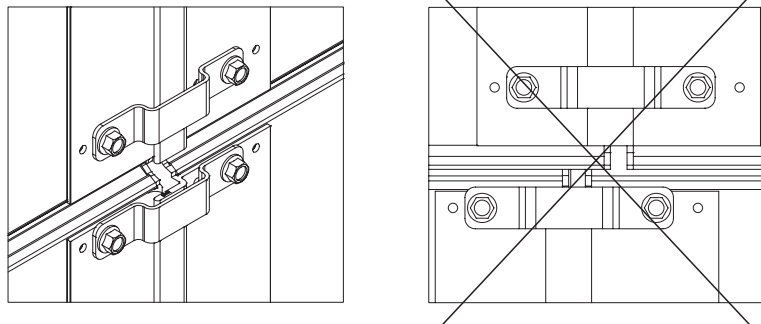

Рис.31
- установить промежуточную секцию, совместив плоскости проема нижней и промежуточной секции (рис.31).